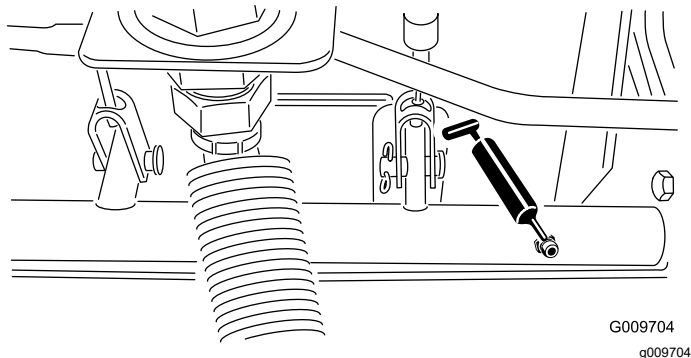

Figura 74
- Rolamentos da articulação do veio do travão (5), como se mostra na Figura 74